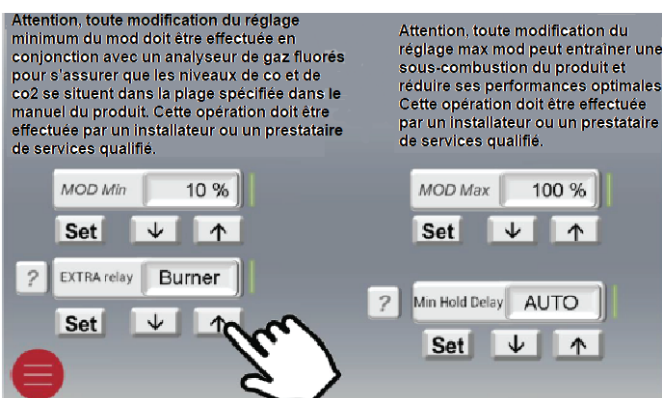

Figure 80. Sélection du ventilateur
5. Une nouvelle page s'affiche. Sur le paramètre 'relais EXTRA', utilisez les flèches pour sélectionner 'Blower' (soufflerie), conformément à la Figure 80.